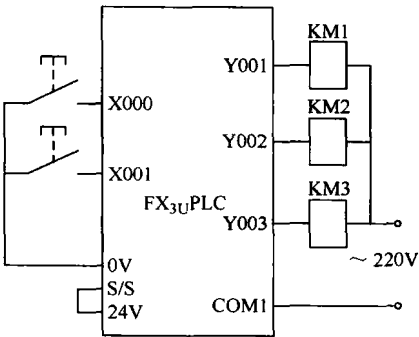

图 3-18 三台电动机的控制接线图
(1) 控制要求 按起动按钮, 电动机 M1 立即起动; M1 运行 5s 后, 电动机 M2 起动(M1 停止); M2 运行 5s 后, 电动机 M3 起动(M2 停止); 起动完毕按停止按钮, 电动机 M3 立即停止, 起动过程中按停止按钮停止无效。
(2) I/O 分配和 I/O 接线图 X000: 停止按钮; X001: 起动按钮; Y001: 电动机 M1 接触器 KM1; Y002: 电动机 M2 接触器 KM2; Y003: 电动机 M3 接触器。接线图如图 3-18 所示。